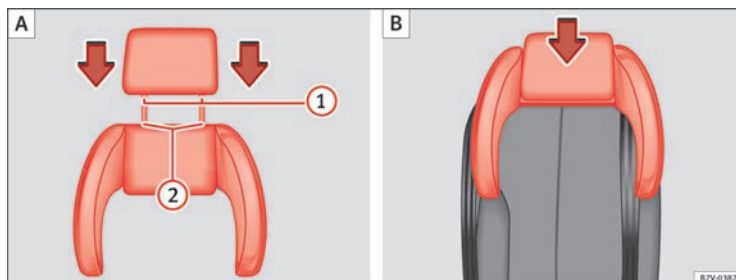

Fig. 30 Seggiolino per bambini integrato: collocare il poggiatesta sul poggiatesta laterale [A] e montare [B].
- Inserire l'asta guida ⇒ fig. 30 (1) (A) del poggiatesta nei fori del poggiatesta laterale ⇒ fig. 30 (2) (A).
- Inserire il poggiatesta assieme al poggiatesta laterale nei fori previsti sullo schienale corrispondente ⇒ fig. 30 (B).